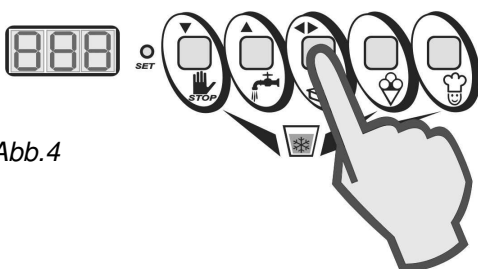

Abb. 4
6. Wenn keine Änderung am ausgewählten Schritt gewünscht wird, die Taste **“AGITAZIONE (Rührwerk) (▲)”** drücken, um direkt zum nächsten Schritt überzugehen (Abb. 4).